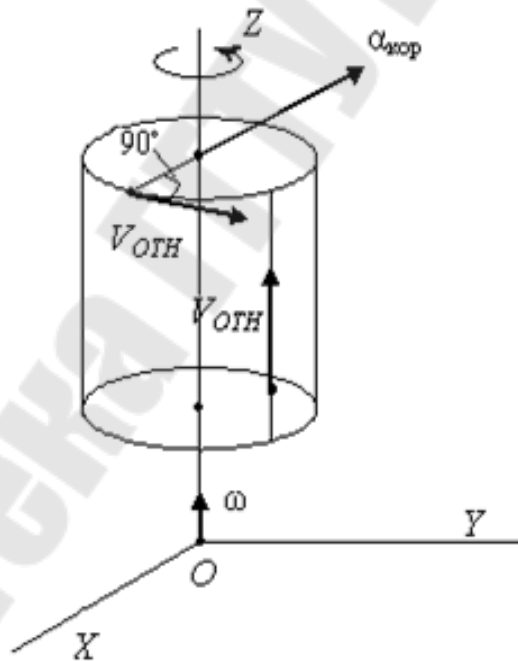

Рис. 30
39. Применяем правило Жуковского. Вектор относительной скорости проектируем на плоскость, перпендикулярную оси переносного вращения. Полученный вектор в этой же плоскости поворачиваем относительно своего начала (движущейся точки) в сторону вращения на 90 градусов (рис. 30).
40б) если вектор относительной скорости параллелен оси переносного вращения (рис. 30).